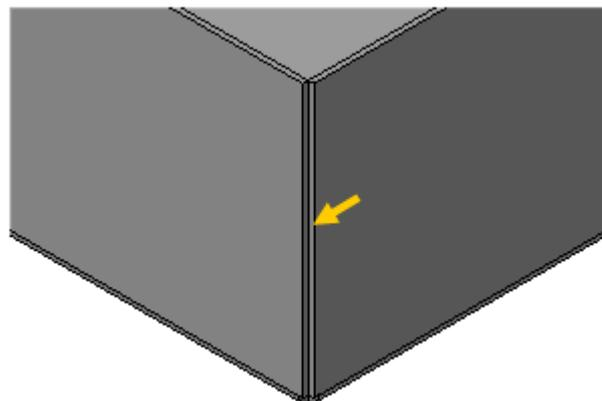

Рисунок 15.
- Нажмите кнопку Создать объект — будут построены сгибы с замыканием углов (рис. 15).